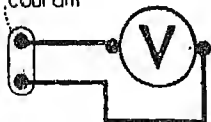

Fig. 8. — Mesure de la tension électrique, entre les fils conducteurs d'une prise de courant (à gauche).
2. la tension entre les bornes d'une prise de courant : 115 volts ou 115 V. (fig. 8).